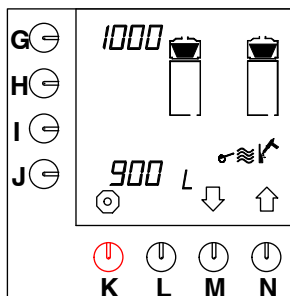

Fig. 18 Kaffebryggerens afkalkningstæller
- Afkalkningstælleren vises i displayet (fig. 18).